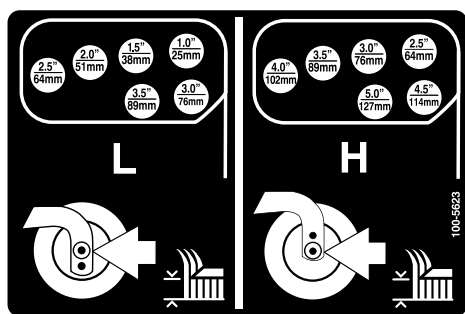

図 25
7. テンションロッドを回してピボットアームの上下位置を調整し、刈り込みデッキのフレームの希望高さブラケットに合わせる 図 24 と 図 25。